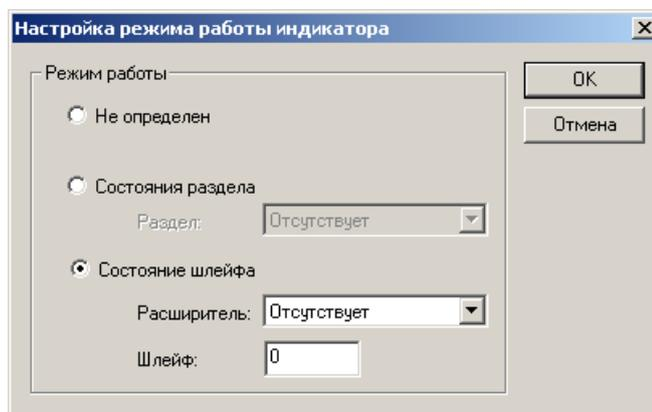

Рисунок 5.70. Диалог настройки индивидуального режима работы индикатора
- в открывшемся окне (рисунок 5.70) установите режим работы индикатора: